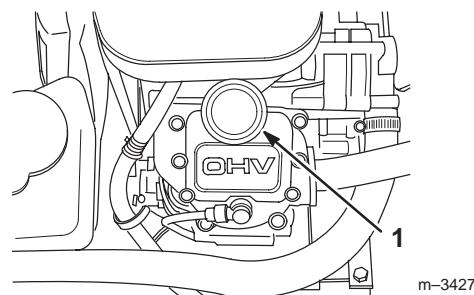

Bild 31
- Schrauben Sie den Ölfülldeckel los (Bild 31).
- Gießen Sie ca. 80% der angegebenen Ölmenge langsam in das Einfüllrohr (Bild 31).
- Gießen Sie langsam Öl ein, um den Ölstand bis zur "VOLL"-Marke (H) am Peilstab anzuheben.